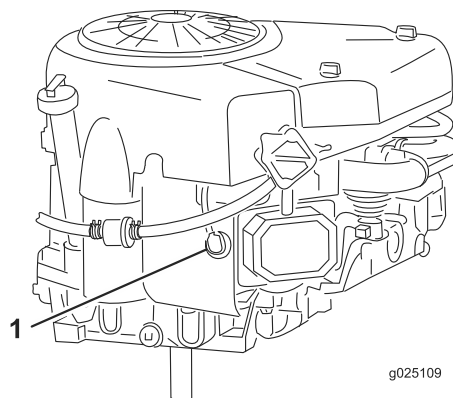

Figure 28
6. Débranchez le fil de la bougie (Figure 28).
8. Enlevez la bougie et la rondelle métallique (Figure 28).
3. Branchez la bougie (Figure 28).